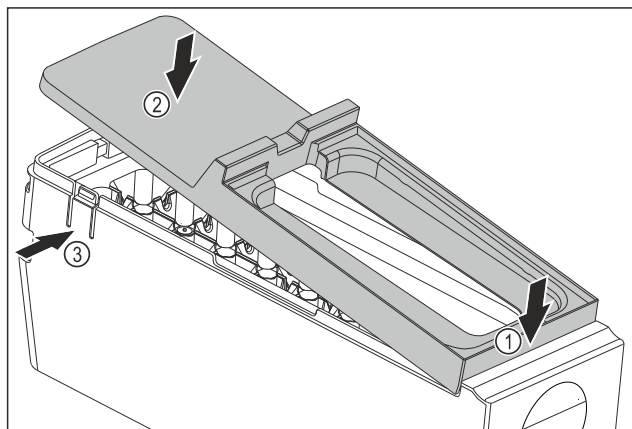

Fig. 245
- ▶ Montirajte poklopac tijela sustava EasyTwist-Ice: Postavite poklopac sprijeda. Fig. 245 (1)
- ▶ Spustite poklopac straga. Fig. 245 (2)
- ▶ Poklopac će se čujno uglaviti u oba jezička Fig. 245 (3).